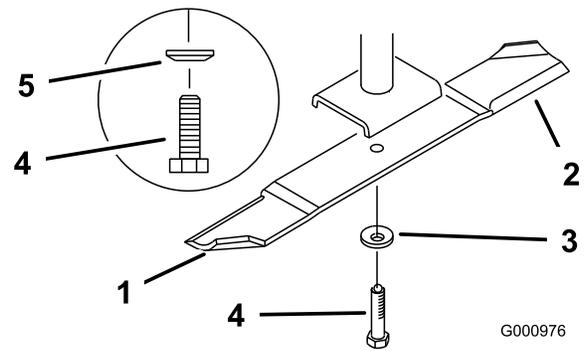
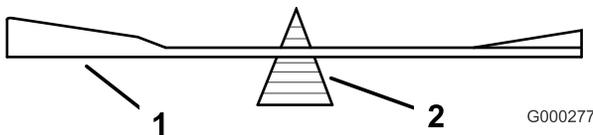

Bild 84
Bild 83
2. Entfernen Sie die Messerschraube, Federscheibe und das Messer von der Spindelwelle (Bild 84).
2. Überprüfen Sie die Auswuchtung des Schnittmessers auf einer Ausgleichsmaschine (Bild 83). Wenn das Schnittmesser in seiner horizontalen Position bleibt, ist es ausgewuchtet und kann wiederverwendet werden. Feilen Sie, wenn das Schnittmesser nicht ausgewuchtet ist, vom Flügelbereich des Messers etwas Metall ab (Bild 84). Wiederholen Sie diesen Vorgang, bis das Messer ausgewuchtet ist.
1. Setzen Sie das Messer auf die Spindelwelle (Bild 84).
2. Setzen Sie die Federscheibe und die Messerschraube ein. Der Konus der Federscheibe muss bei der Installation in Richtung Schraubenkopf zeigen (Bild 84). Ziehen Sie die Messerschraube mit 115 bis 150 Nm an.